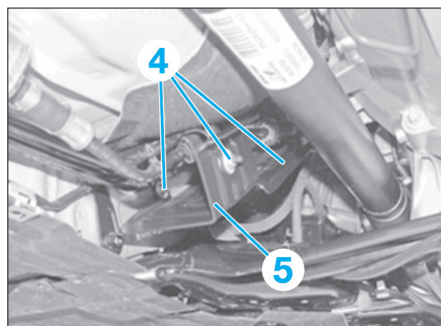
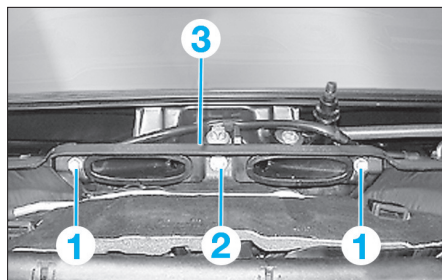

Fig. 105
Fig. 104
- Détacher les vis (1) et (2) (Fig.104).
- Retirer la cloison de chauffage (3).
- Déposer les vis (4) (Fig.105).